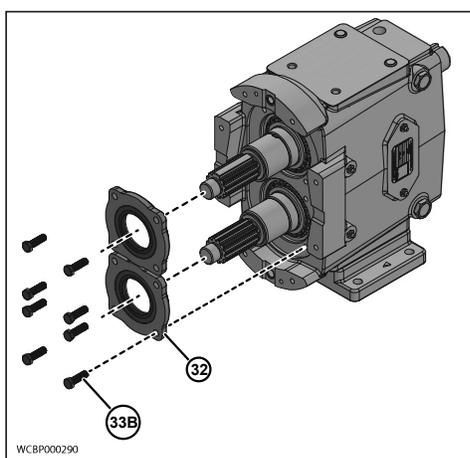
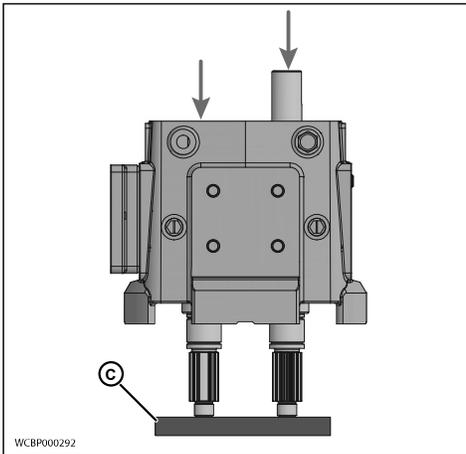

Ilustración 71 - Retirar las fijaciones del rodamiento
Ilustración 73 - Presionar los ejes desde la caja de engranajes
NOTA: proteja el extremo líquido de los ejes envolviéndolos con cinta. Ver Ilustración 71 y Ilustración 73.
3. Retire los tornillos del retén del rodamiento delantero (33B) y saque los retenes del rodamiento (32) (Ilustración 71). Si un tornillo de fijación está atorado, no lo retire; saldrá a presión cuando se retire el eje.
- Coloque la caja de engranajes en una prensa de husillo con el extremo líquido orientado hacia abajo. Proteja los extremos de los ejes con un bloque de madera o plástico (C) (Ilustración 73) y presione los ejes para sacarlos de la caja de engranajes. Consulte la Tabla 8, "Árbol o prensa hidráulica necesarios (toneladas)", en la página 64.